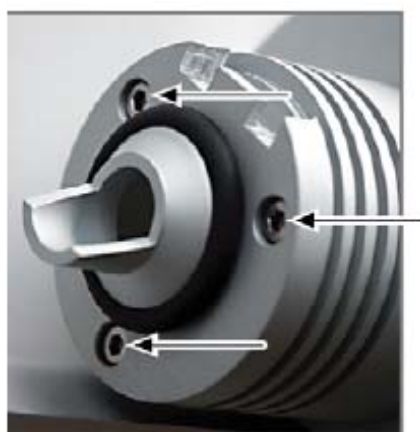

图 99 紧固反应管的六角螺丝
6. 使用六角螺丝扳手将三个六角螺丝松到一半的位置（图 99），不要把螺丝完全取下。